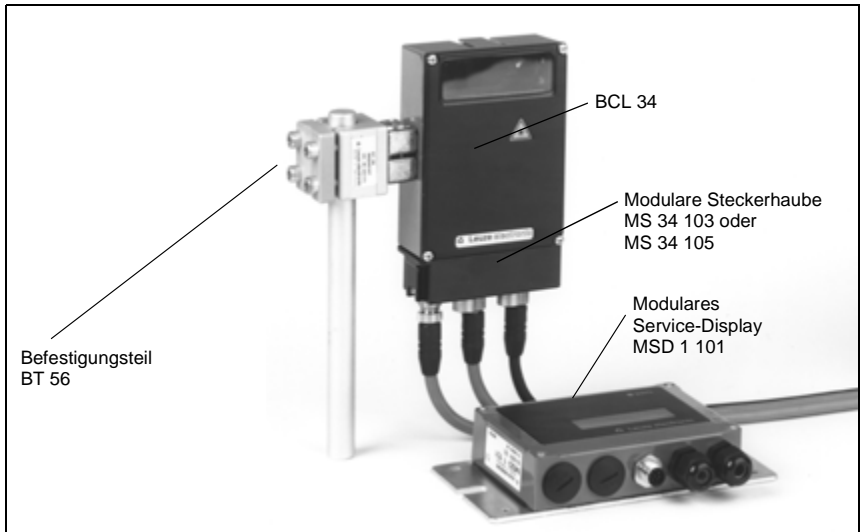

Bild 6.1: Befestigungsbeispiel BCL 34
- an den Schwalbenschwanz-Nuten unter Verwendung des entsprechenden Montagezubehörs (siehe Bild 6.1)